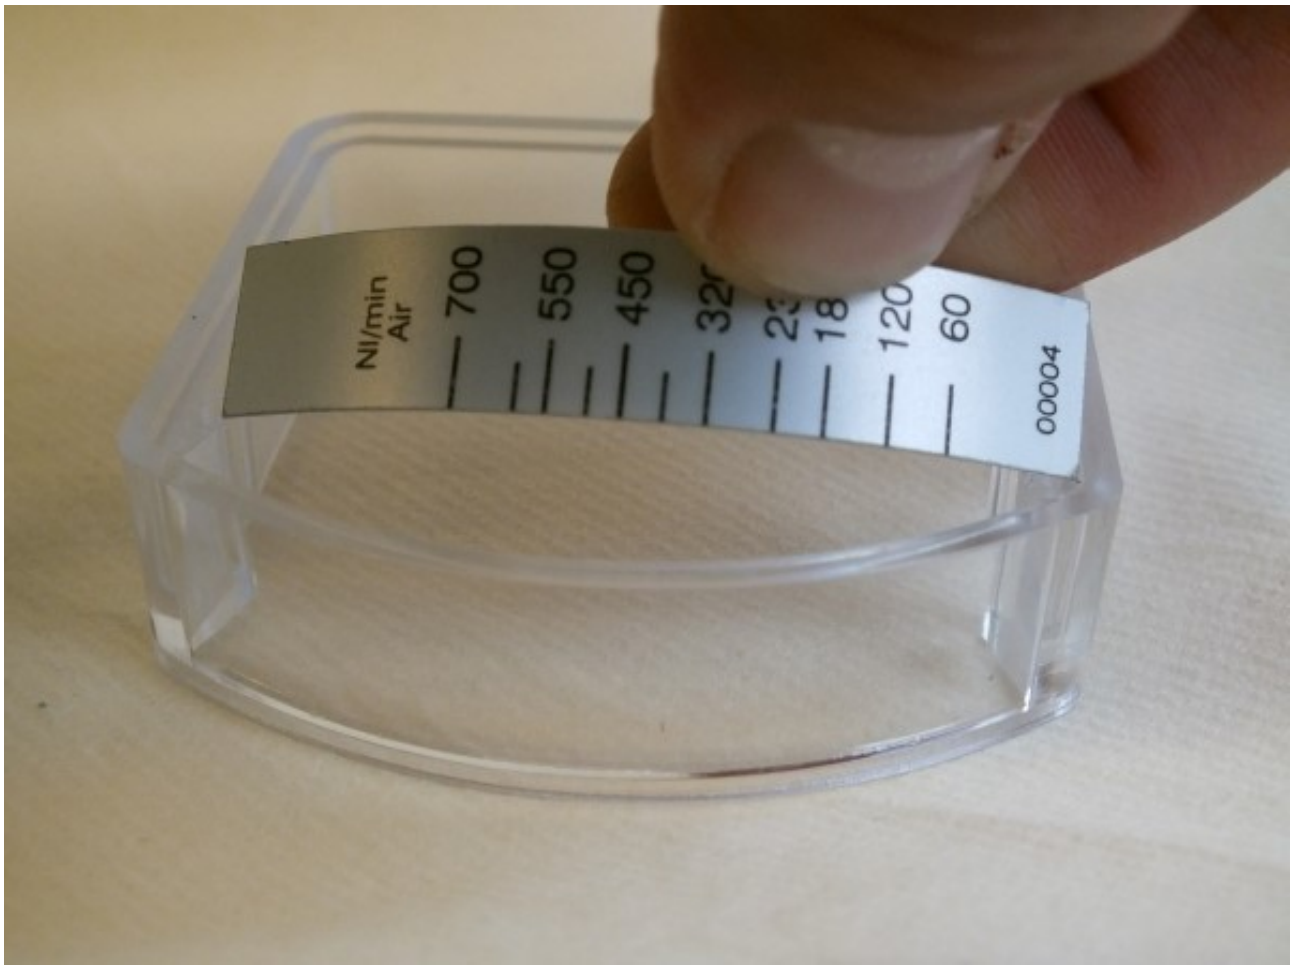

Abb. 45: Skalenträger entnehmen
4. ➤ Skalenträger (mit aufgeklebter Skala) aus der Führung des Kunststoffgehäuses ziehen (Abb. 45)